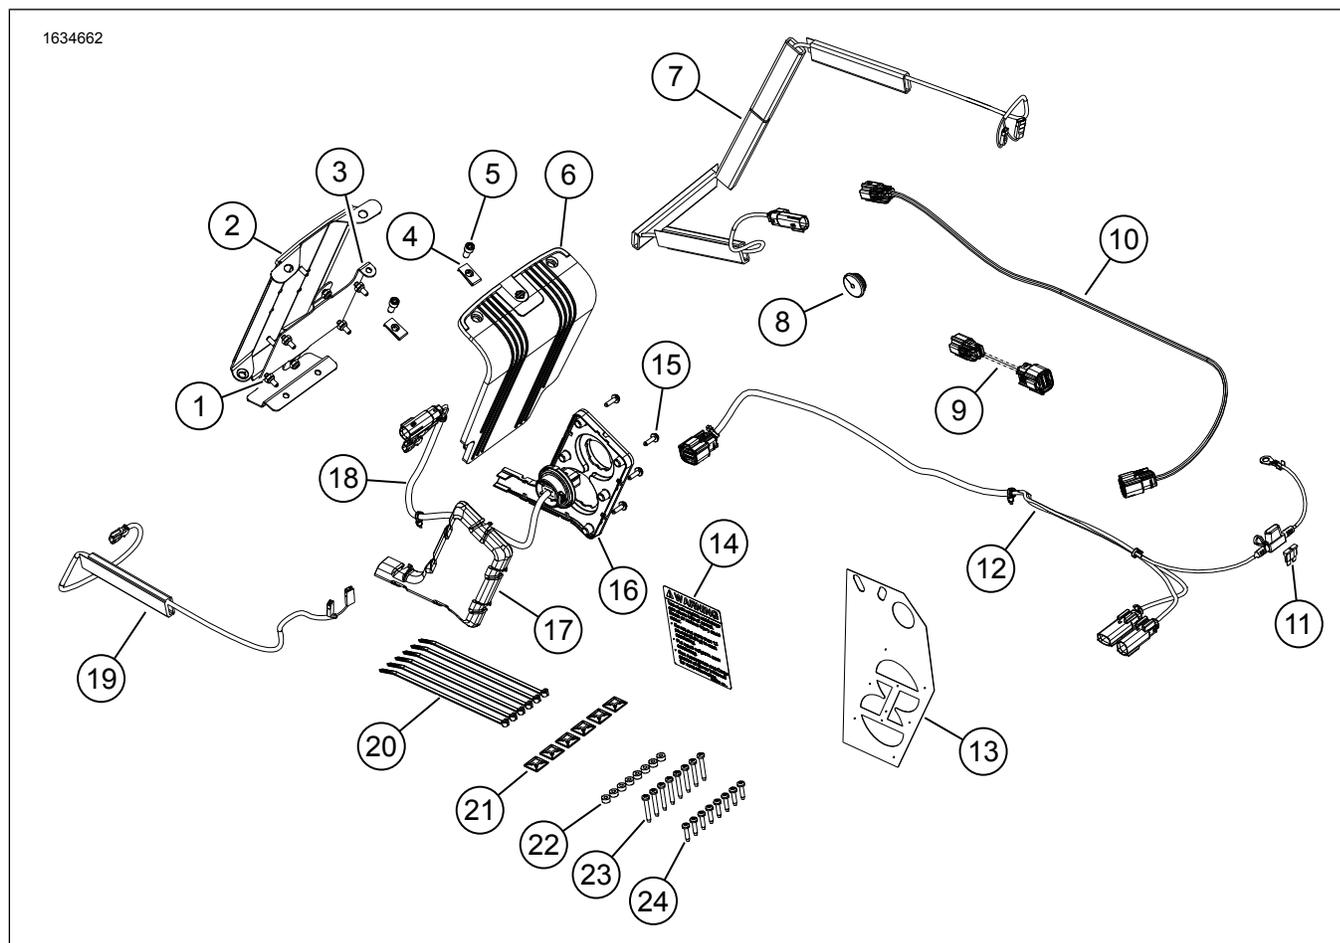

Рисунок 1. Содержимое комплекта Аудиосистема с Bluetooth Harley-Davidson от компании Rockford Fosgate
3. См. рис. 1. Приклейте наклейку с информацией о предельной нагрузке кофра (14).